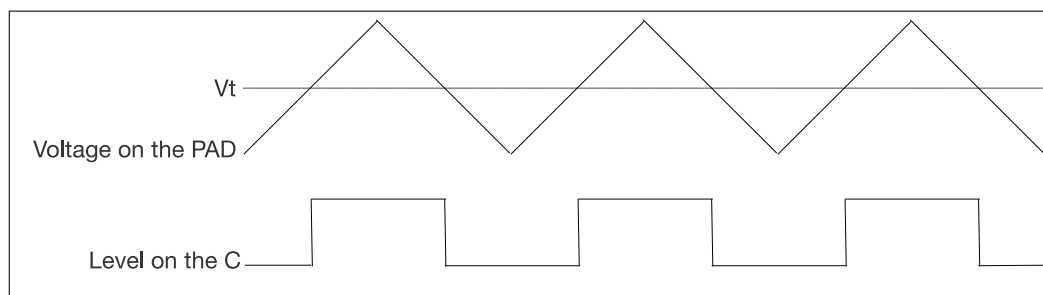

图 6-6. 未使能迟滞功能时芯片焊盘上的电平转换示例
每个 GPIO 管脚都有迟滞功能。当未使能迟滞功能时，如图 6-6 所示，芯片焊盘 (PAD) 上输入给芯片内部的信号 (C) 的电平翻转只有一个阈值 (V_t ，约为 1.7 V)，当 PAD 的电压高于 V_t 时，C 的电平为高，否则为低。但如果 PAD 上的信号有噪声时，它可能会影响 C 上的信号。